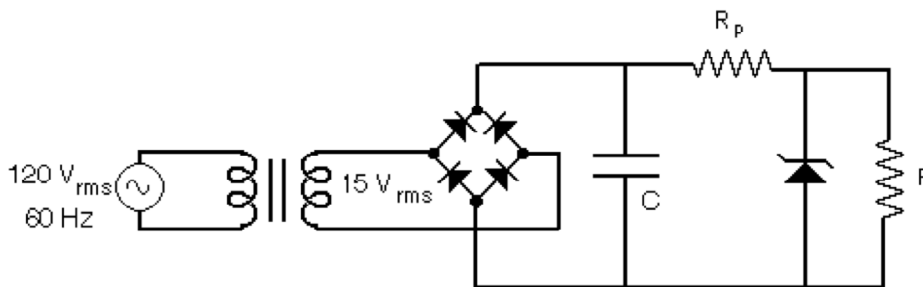

Figura 3: Fuente básica con regulador zener
7.- Para el circuito de la Figura 3, la fuente de voltaje básica con regulador zener, explique brevemente cómo funciona este circuito y cuál es su objetivo fundamental. Haga un esquema de la forma de onda de los voltajes en la entrada y la salida del rectificador y del voltaje en la carga, indicando los tiempos de interés.
8.- Haga una corrida en SPICE del circuito de la Figura 3 con los valores de componentes indicados por su profesor, analizado los voltajes y corrientes en todos los componentes. Debe llevar este archivo al laboratorio para realizar nuevas corridas con diferentes conjuntos de datos.
10.- Monte el circuito de la Figura 3 agregando el diodo zener y las resistencias correspondientes. Verifique la operación de la fuente básica con regulador zener, observando las formas de onda a la entrada del rectificador, sobre el condensador y sobre la carga y registre dichas señales. Mida con el osciloscopio los siguientes datos: